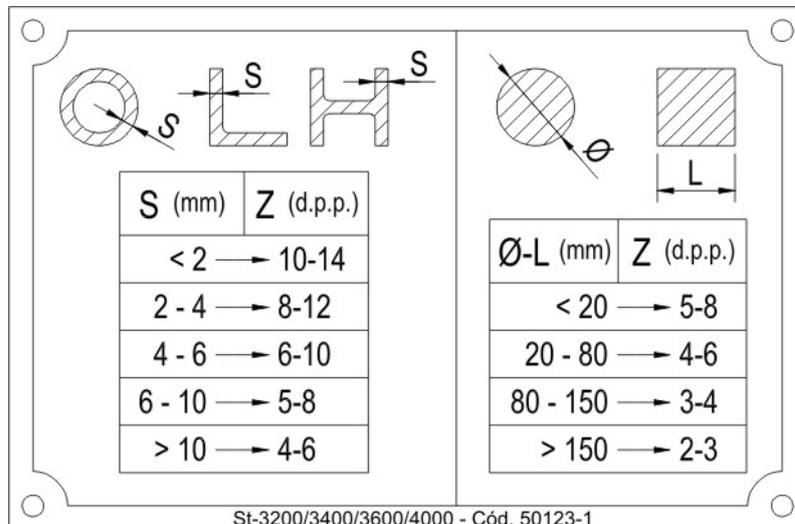

Figura 07
Con la Manivela (43), acerque el Torno (18) al material que será cortado. Apoye las mordazas sobre el material y vuelva la Manivela (43) $\frac{1}{4}$ de vuelta. De esta manera, habrá un pequeño juego que permitirá el movimiento longitudinal de la pieza por el operador. El aprieto y el desaprieto del torno sobre el material se hará manualmente, girando la Palanca (44) hacia abajo. (Vea figura 07)